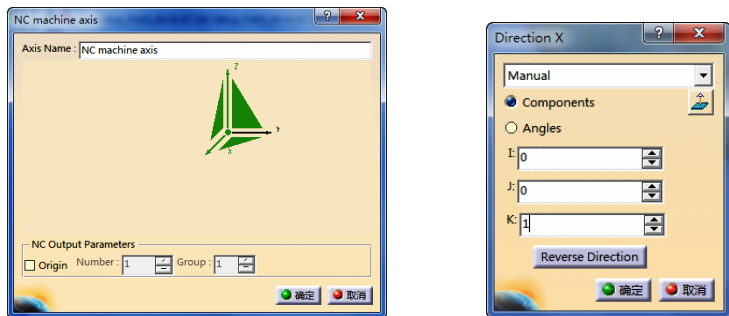

图 6-8 X 轴方向设定（1）
- 单击对话框中的 X 轴，系统弹出“Direction X”对话框，X 轴方向设定（1）如图 6-8 所示。单击“确定”按钮完成设定。